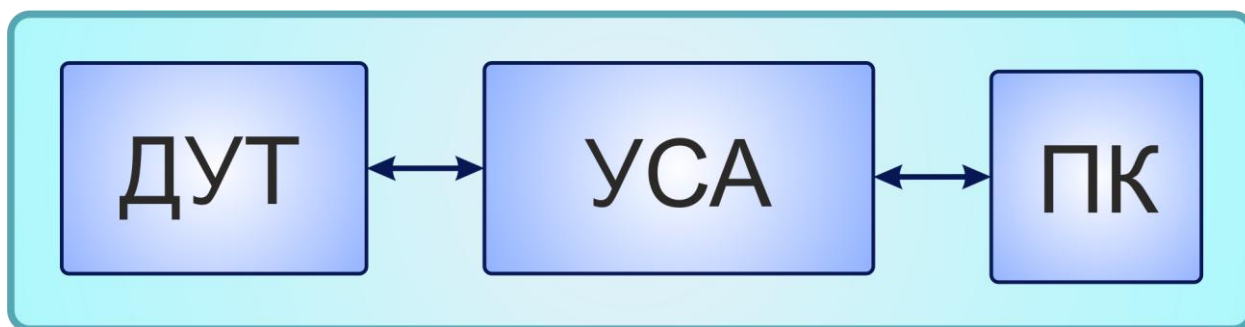

Рисунок 16 – Схема подключения ДУТ к ПК
4. Подключить датчик к ПК в соответствии с рис. 16.